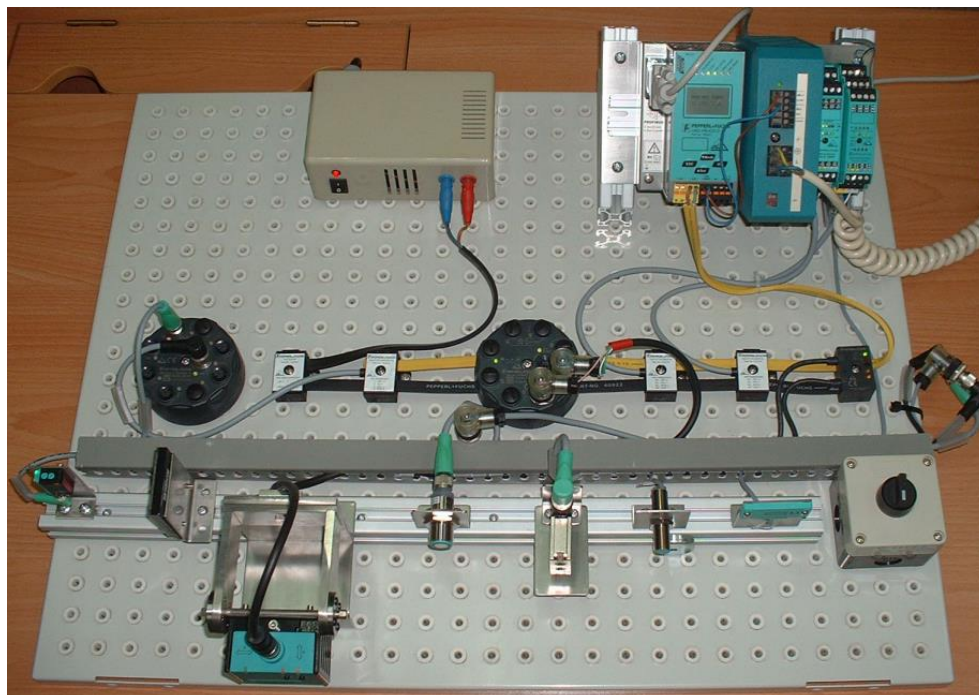

图 2.1 AS-i 总线技术（V3.0）实验装置
AS-i 总线技术（V3.0）实验装置如图 2.1 所示。
(1) 参照图 2.1 AS-i 总线技术 (V3.0) 实验装置和表 2.1 实验装置从站设备明细表 (V3.0)，对系统的主站即 VBG-PB-K20-D 网关、5 个不同类型的从站和分别连接的 6 个传感器，以及电源、连接电缆和分线盒等硬件设备一一了解和认识。